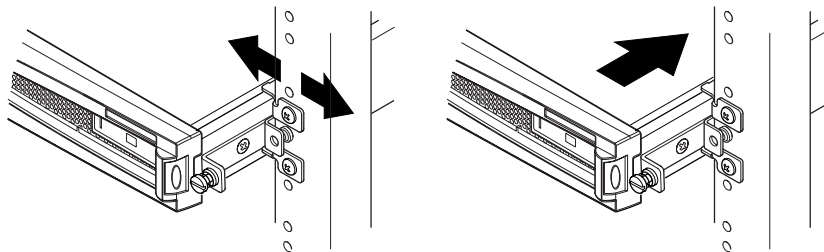

РИС. 5-8 Подгонка раздвижных держателей и фиксация сервера в стойке винтами
8. Совместите винты с рифлеными головками, расположенные по сторонам сервера, с отверстиями держателей в стойке (см. РИС. 5-8).